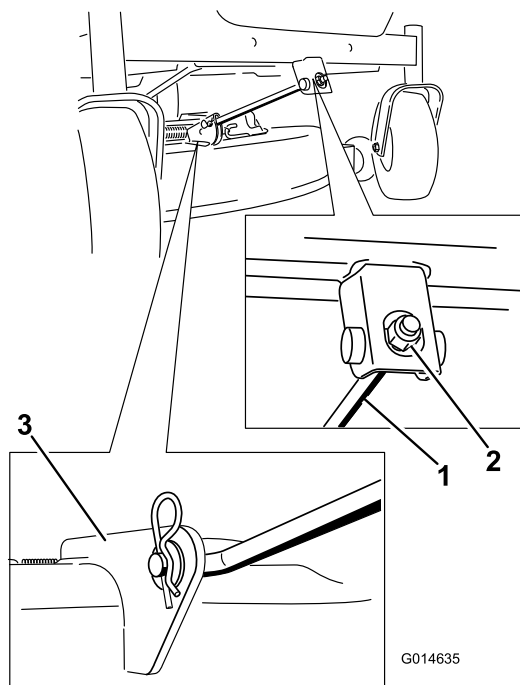

Figura 56
- Conecte la varilla de soporte delantera a la carcasa de corte con el pasador y la chaveta (Figura 56).